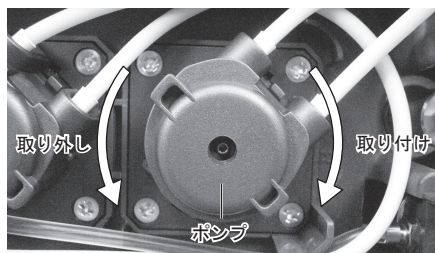

図41
- 5) ポンプを左に「カチッ」というまで回して、そのまままっすぐ引き抜いてください。(図 41)
- 7) 新しいポンプ(別売品)をモーター軸にゆっくり挿し込み、右に「カチッ」とロックするまで回し取り付けてください。(図 41)